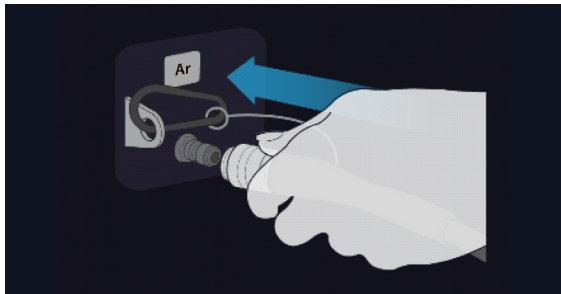

Figure 10. Raccordement de la tubulure d'alimentation en argon
4. Raccordez la tubulure d'alimentation d'argon haute pression à l'arrivée d'argon de la console à l'aide du raccord rapide situé au dos de la console. (voir Figure 10).